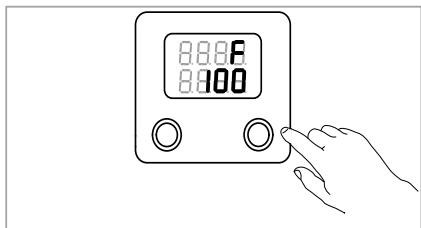

Рисунок 11
- кратковременно нажимая правую кнопку, выйти из режима изменения. На табло прибора отобразится измененное значение параметра. Рисунок 11;